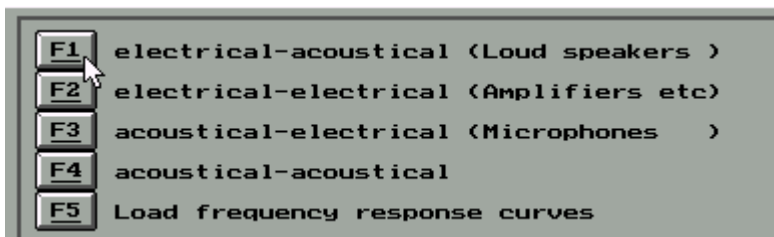

图 5-2
1) 主界面-F1 Freq.Resp.-出现如图5-2 界面